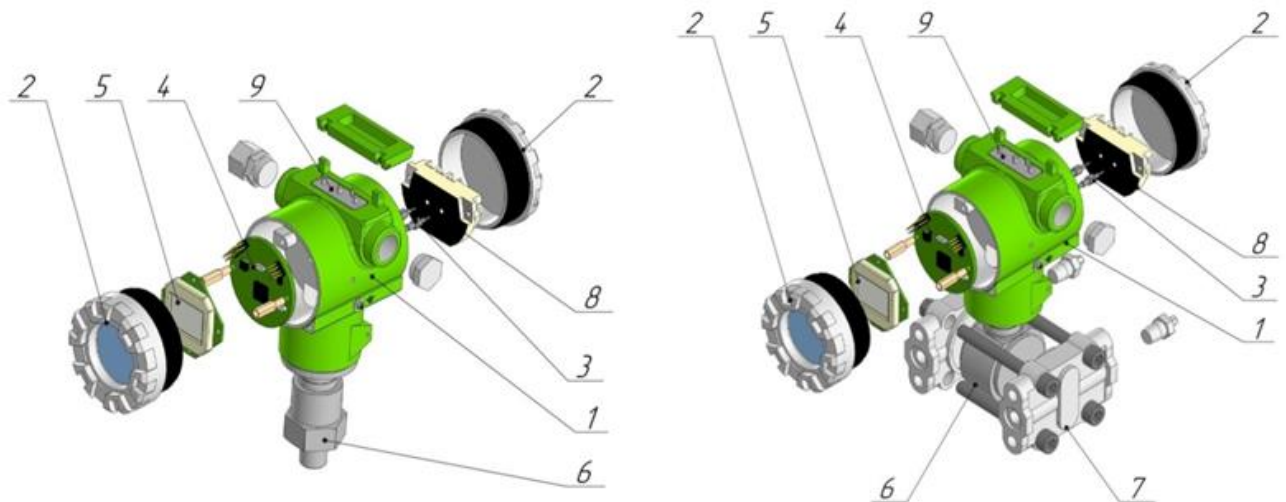

Рисунок 2 – Устройство датчиков давления
Датчик давления состоит из преобразователя давления и электронного блока (рисунок 2). Корпус электронного блока (1) крепится на резьбовой части преобразователя давления (6). В электронном блоке размещены: электронная плата (4), крышки с уплотнениями (2), модуль ЖКИ (5), RFI фильтры (3), клеммная колодка (8), кнопки настройки датчика (9).
1.3.6 Преобразователь давления (6) и фланцы (7) (рисунок 2) в стандартном исполнении изготавливаются из нержавеющей стали 316L, также доступно исполнение, выполненное из Хастелоя НС–276. Материалы деталей, контактирующие с измеряемой средой, указаны в ПРИЛОЖЕНИИ В.